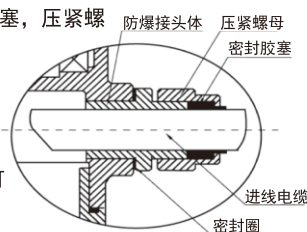

图1
- 4、如图1所示，旋下防爆接头的压紧螺母，将进线电缆从密封胶塞，压紧螺母、防爆接头体内穿入电动执行机构内部；